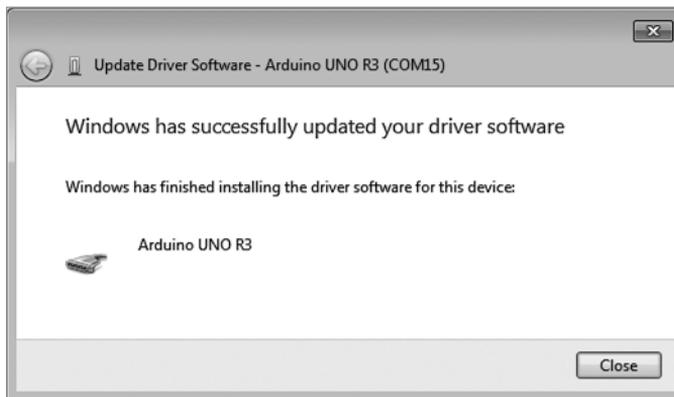

Рис. 1.21. Драйверы успешно установлены
- Щелкните на кнопке **Next** (Далее) в диалоге, чтобы перейти к следующему шагу. Если на экране возникнет надпись «cannot verify the publisher of the driver software» («Не удалось проверить издателя этих драйверов»), выберите **Install this software anyway** (Установить программное обеспечение драйвера в любом случае). После непродолжительной паузы Windows сообщит, что драйвер установлен, и укажет номер COM-порта, к которому подключена плата Arduino, как показано на рис. 1.21.